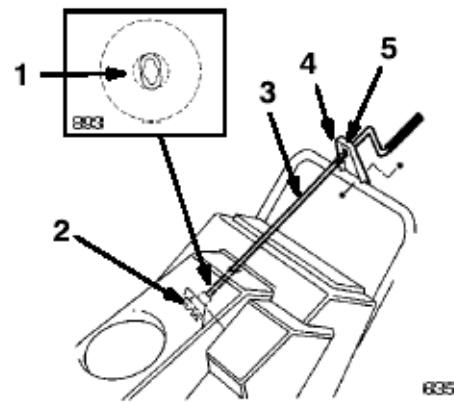

图9
1、当对齐安装架和扶手下部的孔，把排雪道曲柄扁平的一端插入罩盖上的孔中。（图9）
3、将塑料衬套完全插入安装架的孔内。（图9）
4、用2个螺栓和锁紧螺母紧固安装架于扶手上。 (图9)